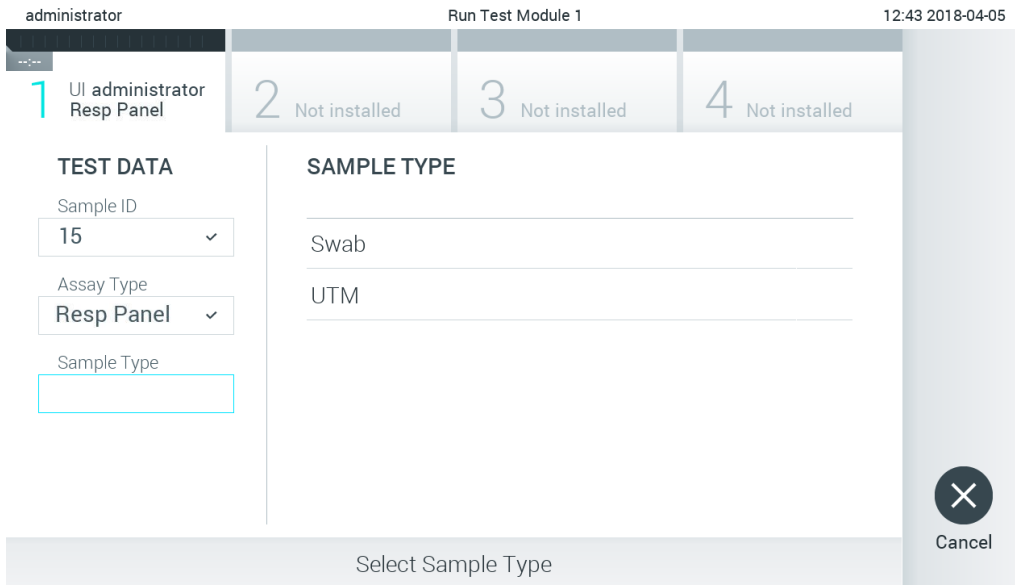

图 75. 选择样本类型。
- 会自动填充 Assay Type（检测类型）字段，如果需要，还必须从列表中选择相应的 Sample Type（样本类型）（图 75）。